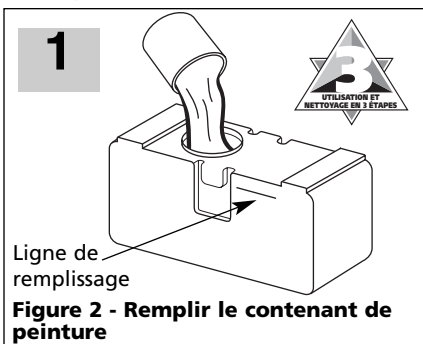

Figure 2 - Remplir le contenant de peinture
2. Remplissez le contenant de peinture de sorte qu'elle soit juste un peu sous la ligne de remplissage (voir la figure 2). Ceci donnera un peu plus d'espace pour diluer la peinture, au besoin.